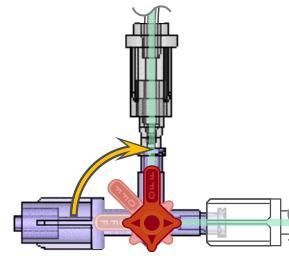

Figura 3 – Robinet de închidere DyeVert Power XT în poziția OFF (încis)
9) Rotiți robinetul de închidere DyeVert Power XT în poziția OFF (încis) către robinetul de închidere pentru selecția supapei. (A se vede Figura 3)